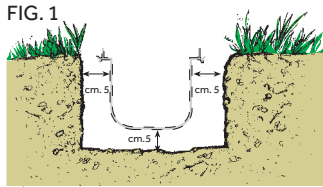

FIG. 1 Scavare una trincea più larga di almeno cm. 5, o quanto riportato in tabella (A) per ogni lato del canale grigliato.
1) Utilizzare listelli di legno per livellare e posizionare il canale grigliato nello scavo della gettata. Proseguire la posa come da Fig. 1.
2) Utilizzare una cassaforma di legno per ricavare una adeguata trincea di calcestruzzo più larga di almeno cm. 5 dell'ingombro del canale. Proseguire la posa come da Fig. 1.